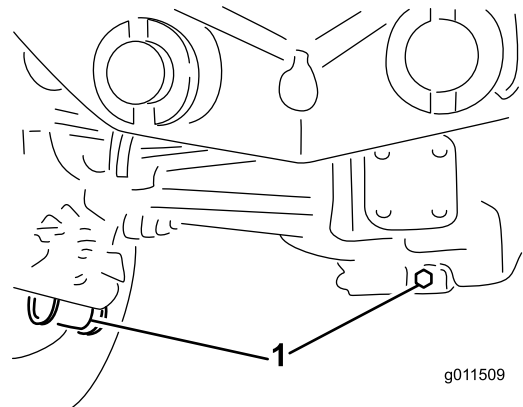

Figure 86
2. Nettoyez la surface autour des 3 bouchons de vidange, 1 à chaque extrémité et 1 au centre (**Figure 86**).